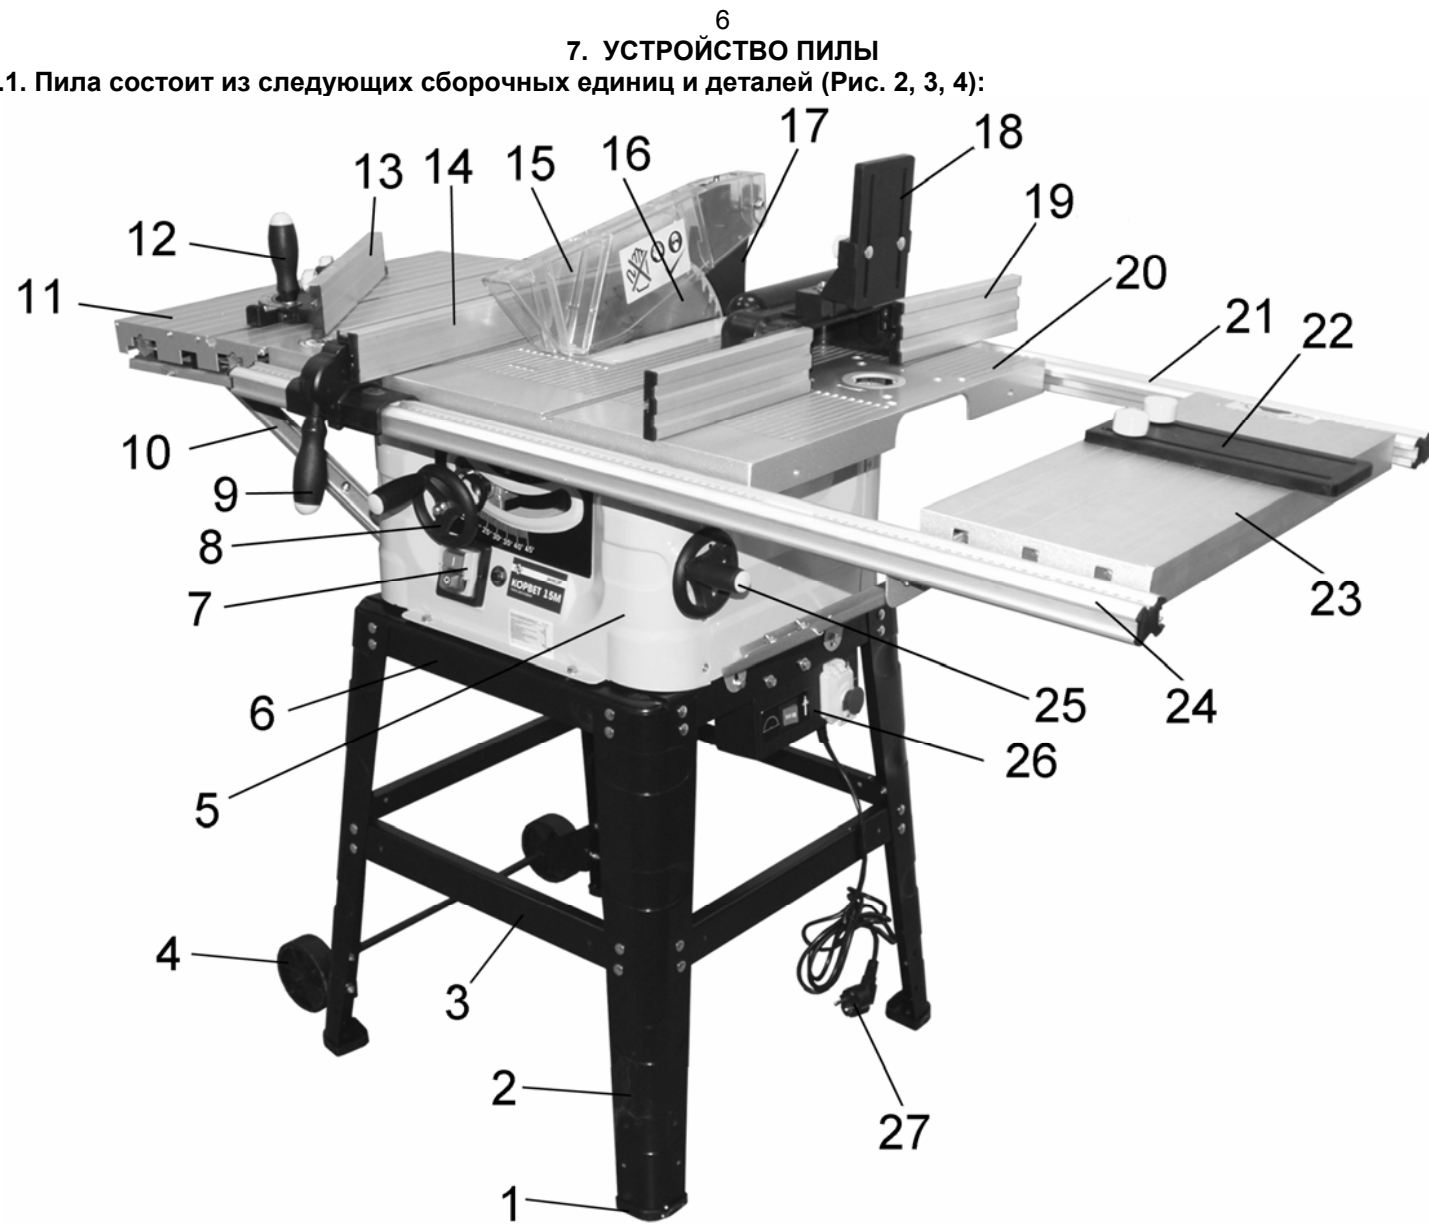

Рис. 2
7.1. Пила состоит из следующих сборочных единиц и деталей (Рис. 2, 3, 4):
## 11.2. Пиление (Рис. 2)
### 11.1. Подготовка к работе (Рис. 2, 3)
### 8.1. Сборка основания пилы (Рис. 2 - 4)